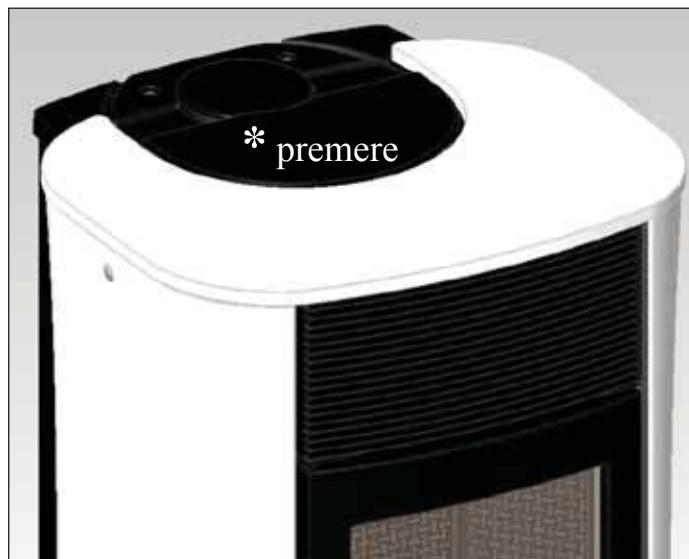

fig. 1
- Poner el soporte de fijación del tapabocas (A - fig. 1), utilizando los tornillos suministrados, sobre los dos cierres de chapa (A1 - fig. 1) en los agujeros previstos.